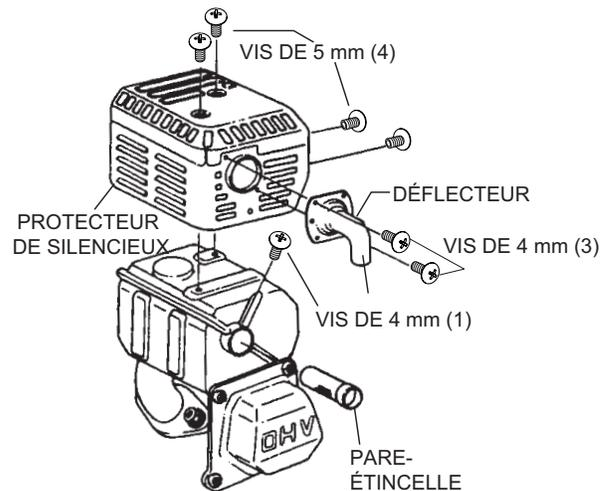

Figure 34. Démontage du pare-étincelle
1. Enlever la vis de 4 mm (3) qui est sur le déflecteur d'échappement, puis démontez le déflecteur. Voir la (Figure 34).
2. Enlever la vis de 5 mm (4) qui est sur le protecteur de silencieux, puis démontez le protecteur de silencieux.